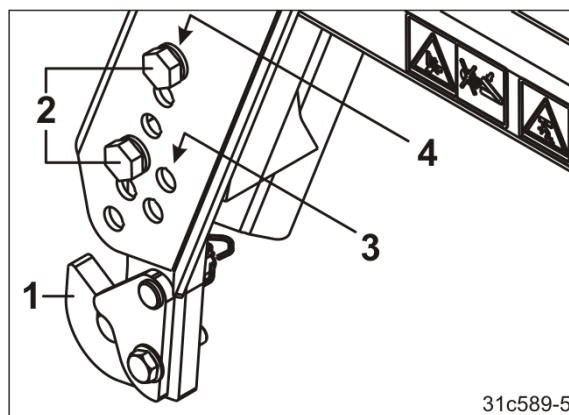

Fig. 107
1. Fest hver fangkrok (Fig. 107/1) med to skruer (Fig. 107/2) på løfterammen.
- hullgruppe (Fig. 107/3) for liten trommeldiameter
- hullgruppe (Fig. 107/4) for stor trommeldiameter.